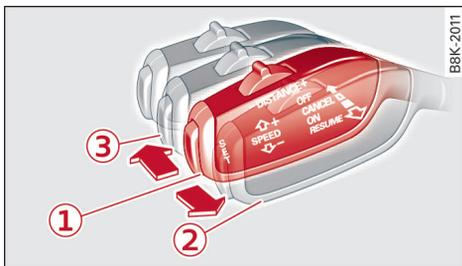

图 174 选档杆
如果显示驾驶指南 ACC：自动驾驶 并且在前方行驶的物体开始运动，您的车辆同样也起步 ⇨ 。可以短时间再次启用 ACC：自动驾驶 功能，此时将操纵杆向胸前拉到位置 ② ⇨ 120 页，图 174。